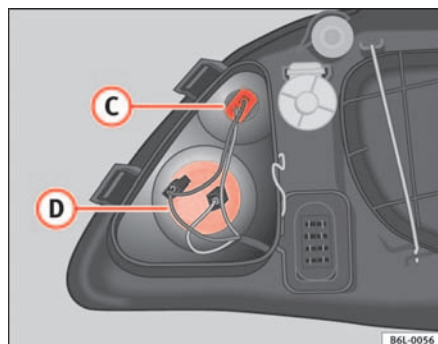

Fig. 145 Feux de position
- Tirer des câbles pour libérer le porte-lampes de son logement (C) ⇒ fig. 145.